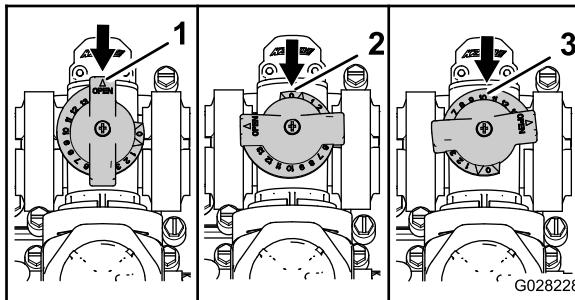

Figure 30
- La vanne de dérivation d'agitation est en position complètement ouverte comme montré en A sur la Figure 30.
- La vanne de dérivation d'agitation est en position complètement fermée (0) comme montré en B sur la Figure 30.
- La vanne de dérivation d'agitation est en position intermédiaire (réglée en fonction du manomètre pour le système de pulvérisation) comme montré en C sur la Figure 30.